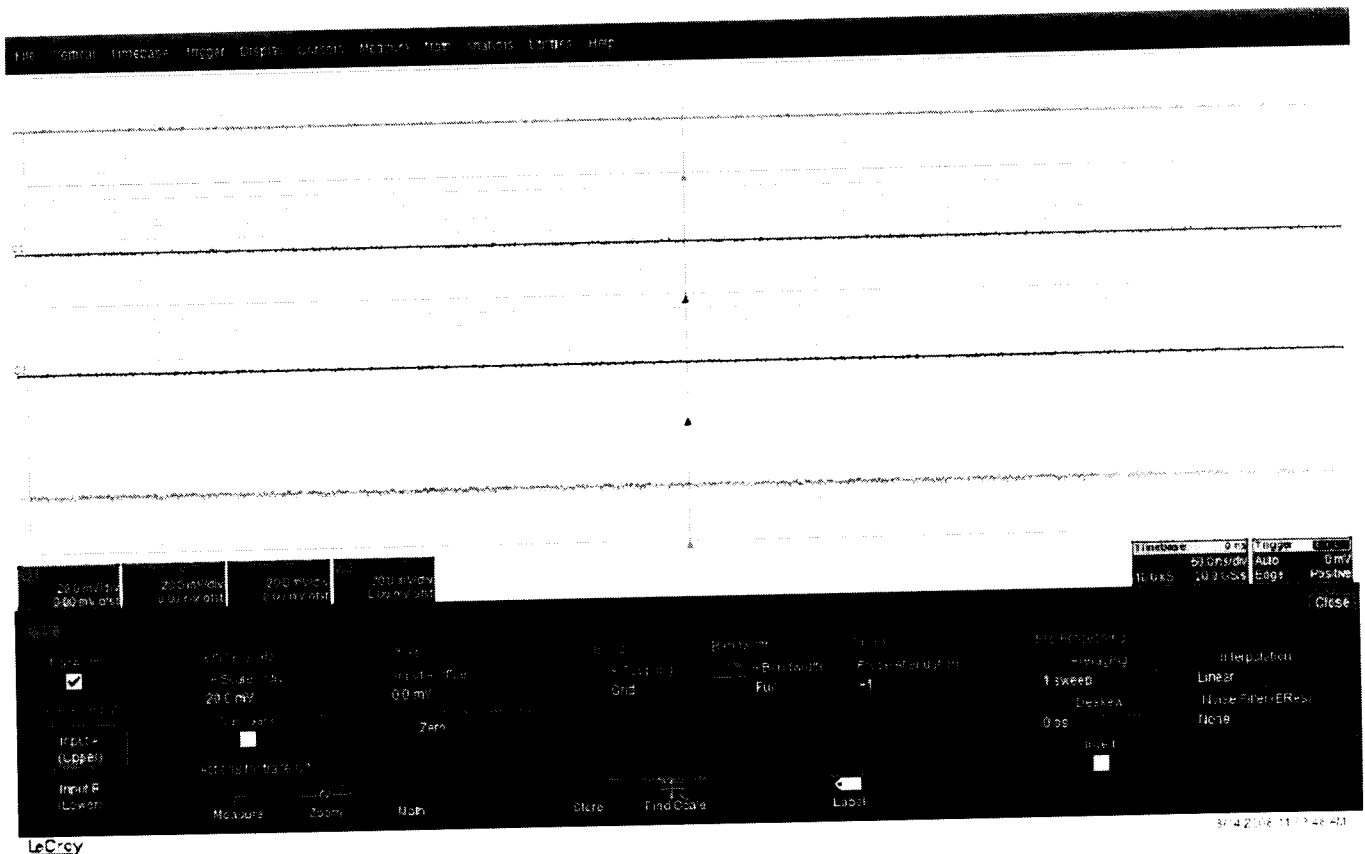

Рисунок 1
8.4.1.2 Установить следующие параметры осциллографа (рисунок 1):